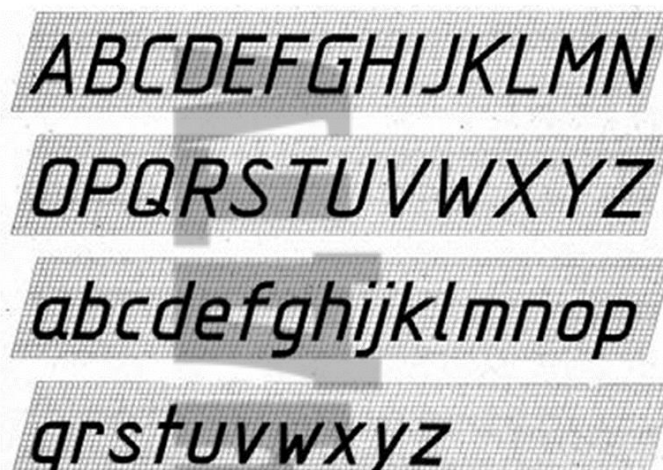

Рис. 3. Приклад написання літер англійської абетки
**Аркуш 3. Креслярські шрифти виконані вручну на А 3 (рис. 3, 4, 5).** Орієнтація листа – книжкова.